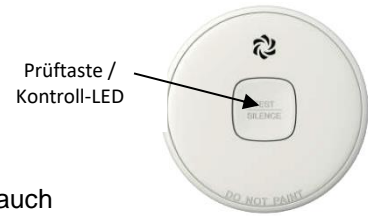

Abb. 1
- Testen Sie mittels der Prüftaste (Abb.1) die Funktion wöchentlich.